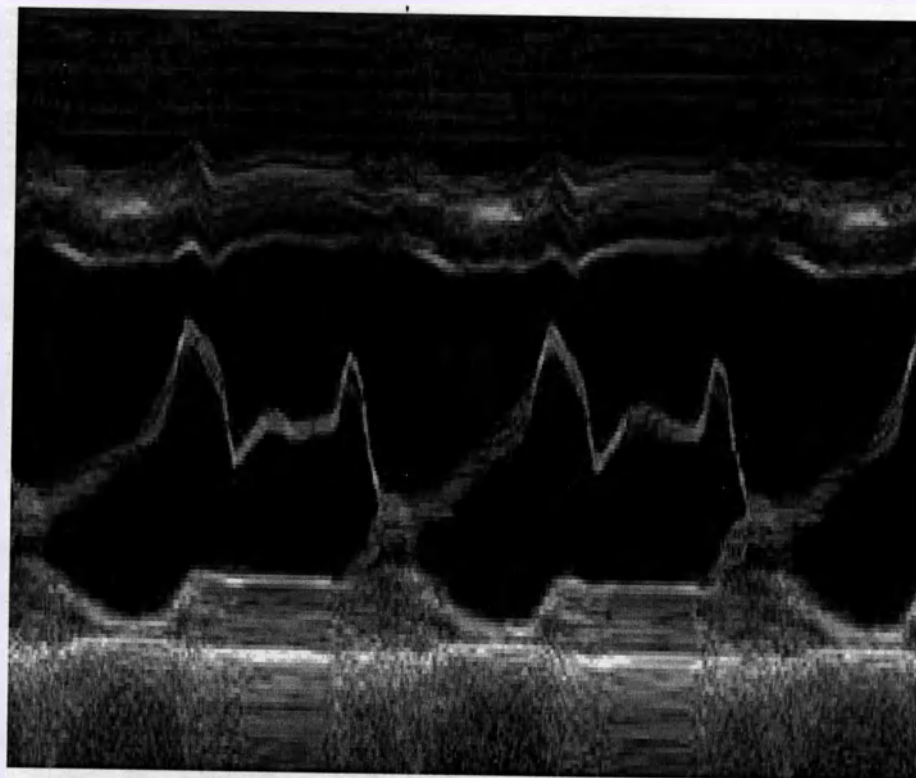

Рисунок 2.11- М-изображение
2.4.7. На М-изображении (см. рисунок 2.11) эхо-сигналы от неподвижных структур тканей, образуют прямые линии. При регистрации же эхо-сигналов от явно выраженных движущихся структур тканей, например, клапанов сердца, эхо-сигналы на М-изображении формируют трассы движения по направлению к датчику и от него. Формируемые трассы движения структур тканей во времени для разных органов имеют свой характерный вид.